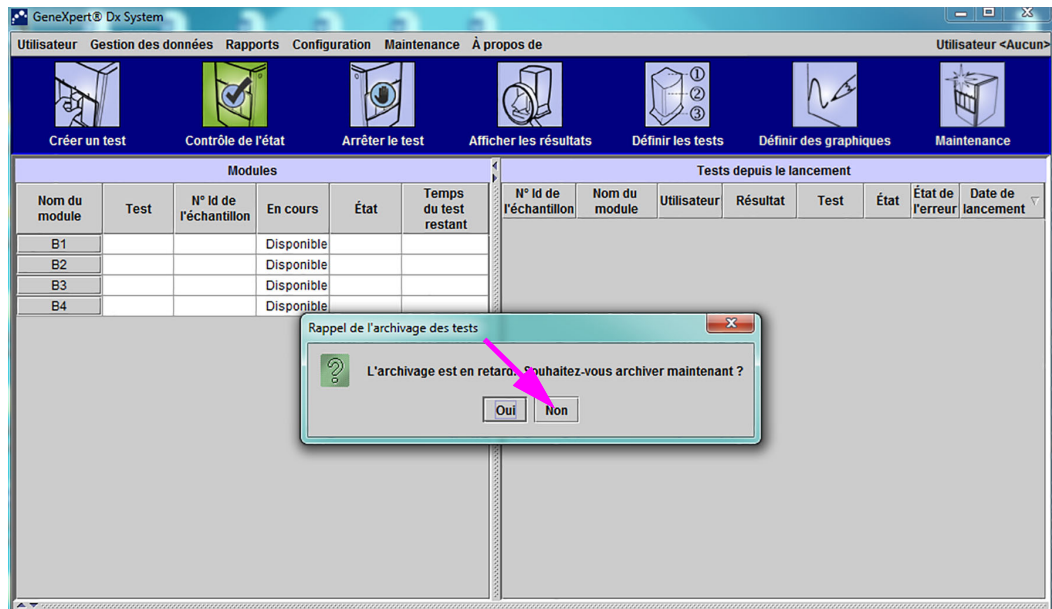
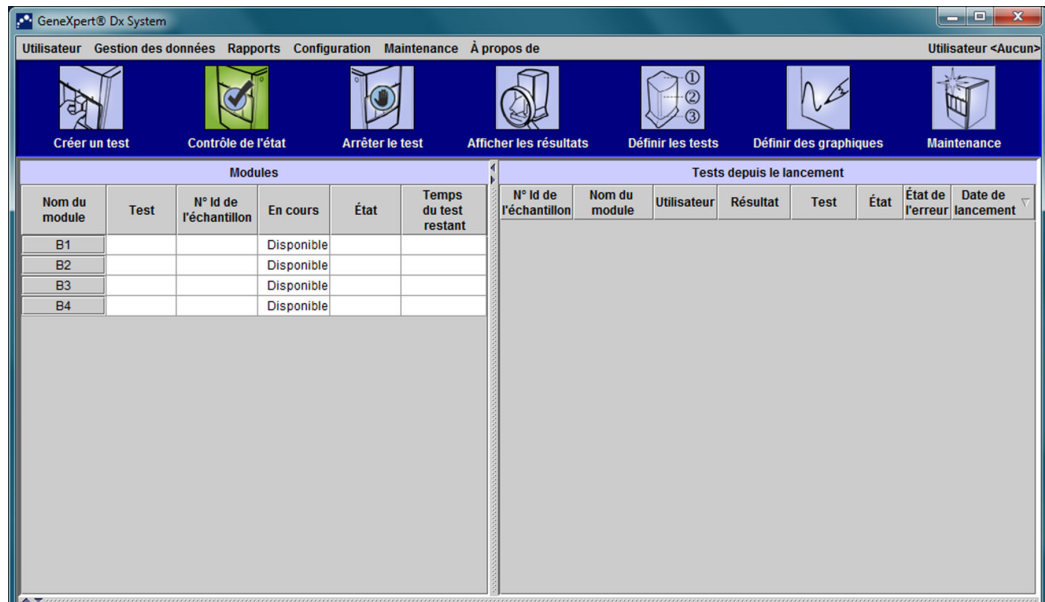

Figure 2-54. Fenêtre du système GeneXpert Dx avec la boîte de dialogue Rappel de l'archivage des tests affichée
Figure 2-55. Fenêtre GeneXpert Dx System
3. Cliquez sur **NON** dans la boîte de dialogue Rappel de l'archivage des tests (voir la Figure 2-54). L'écran du système GeneXpert Dx s'affiche (voir la Figure 2-55).
Il est nécessaire de définir l'administrateur et les autres utilisateurs du GeneXpert Dx System avant de commencer à utiliser le logiciel système GeneXpert Dx. Toutes les fonctions de l'administrateur sont accessibles à partir du menu Configuration dans la fenêtre GeneXpert Dx System. Voir Figure 2-55.